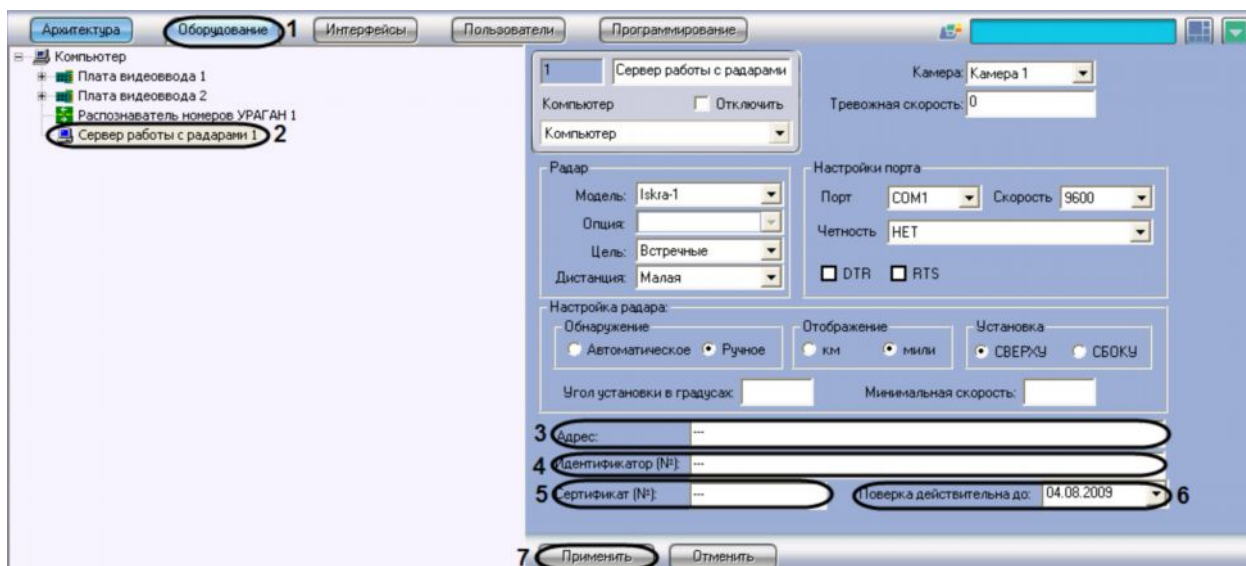

Рис. 7.4.14-1 Задание сведений об устройстве «Радар» для отображения в отчете о распознанном номере
1. В диалоговом окне «Настройка системы» перейти на вкладку «Оборудование» (см. Рис. 7.4.14-1, 1)
2. В дереве объектов на вкладке «Оборудование» выбрать объект «Сервер работы с радаром», соответствующий настраиваемому программному модулю «Радар» (см. Рис. 7.4.14-1, 2). В правой части вкладки «Оборудование» отобразится панель настройки выбранного объекта
3. В поле «Адрес» ввести адрес местонахождения устройства «Радар» (см. Рис. 7.4.14-1, 3)
4. В поле «Идентификатор (№)» ввести заводской идентификационный номер устройства «Радар» (см. Рис. 7.4.14-1, 4)
5. В поле «Сертификат (№)» ввести номер соответствующего устройству «Радар» сертификата (см. Рис. 7.4.14-1, 5)
6. Из раскрывающегося списка «Проверка действительно до» выбрать дату, до достижения которой действительна метрологическая поверка устройства «Радар» (см. Рис. 7.4.14-1, 6)
7. Нажать кнопку «Применить» (см. Рис. 7.4.14-1, 7)